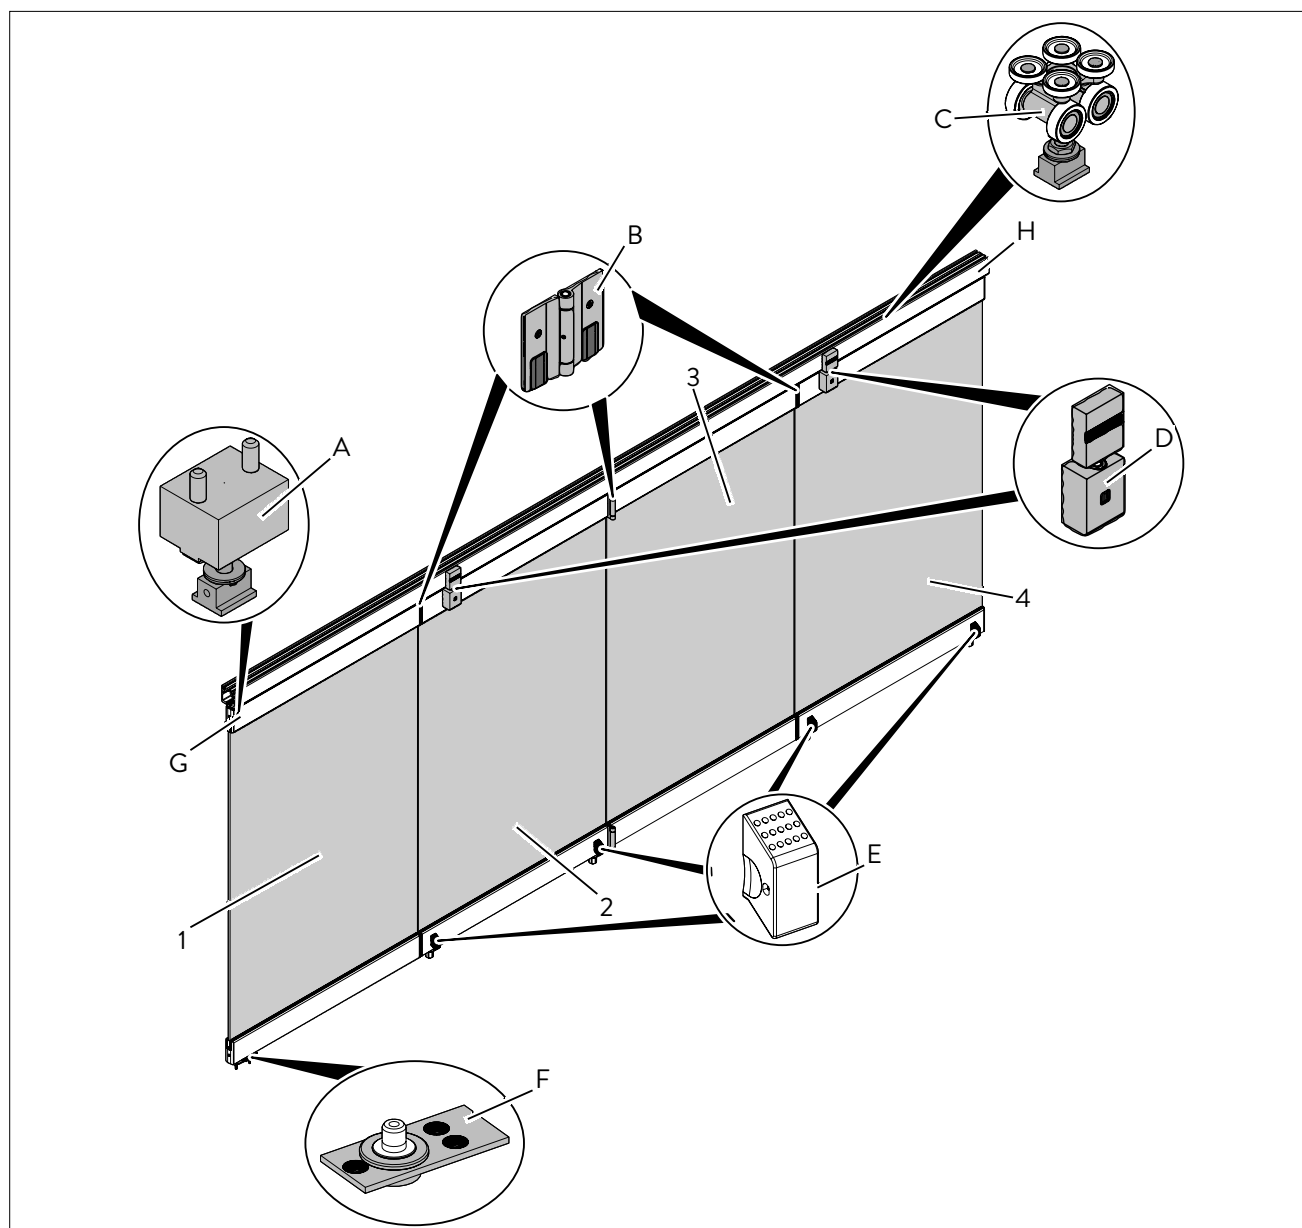
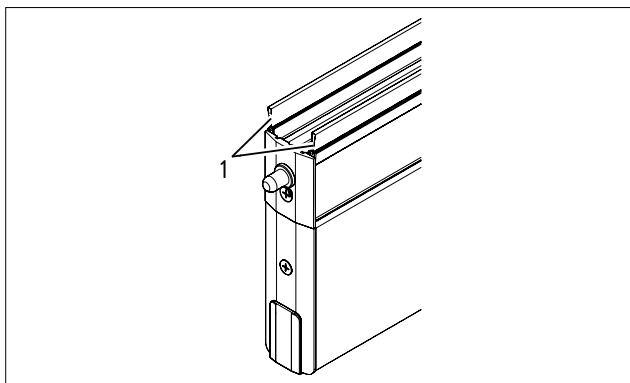

Abb. 1 Übersicht Faltschiebewand (Beispielausführung)
Abb. 2 Bürstendichtungen
- Grundflügel (Abb. 1/1)
- Faltflügel (Abb. 1/2 – 4)
- Faltflügel (Abb. 1/2)
- Klappgrundflügel (Abb. 1/3)
- Klappflügel (Abb. 1/4)
- Oberes Drehlager (Abb. 1/A)
- Faltband (Abb. 1/B)
- Laufrolle (Abb. 1/C)
- Obere Feststeller (Abb. 1/D)
- Frontfeststeller (Abb. 1/E)
- Bodenlager (Abb. 1/F)
- Türschiene (Abb. 1/G)
- Laufschiene (Abb. 1/H)
Die Faltschiebewände (Abb. 1) FSW EASY Safe und FSW EASY Safe-C/-C-Plus sind für den Innenbereich geeignet.
Die Flügel (Abb. 1/1 – 4) sind in der Laufschiene (Abb. 1/H) eingehängt. Die Falzflügel werden paarweise geöffnet. Die Faltschiebewand kann je nach Anlagen-Typ in eine oder in beide Richtungen geöffnet werden. Der Grundflügel (Abb. 1/1) ist der erste Flügel in der Anlage und ist fest montiert. Der Grundflügel kann nicht verschoben werden. Dieser ist bei der Variante FSW EASY Safe-C/-C-Plus halb so breit (halbe Flügelbreite + Drehpunkt 65 mm) wie die anderen Flügel. Die geöffneten Falzflügel werden bei der Variante FSW EASY Safe-C/-C-Plus zusätzlich mit Magneten gekoppelt.
Die Falzflügel sind mit Falzbändern (Abb. 1/B) verbunden. Bürstendichtungen (Abb. 2/1) schließen die Spaltöffnung zwischen der Türschiene und der darüber montierten Laufschiene ab.